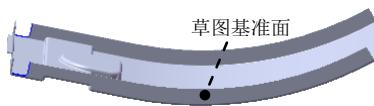

图 14.2.30 切除—拉伸 1
Step9. 创建图 14.2.30 所示的切除—拉伸 2。
(1) 选择命令。选择下拉菜单 **插入(I)** → **切除(C)** →  **拉伸(E)...** 命令。
(2) 定义特征的横断面草图。
① 定义草图基准面。选取图 14.2.30 所示的表面作为草图基准面。